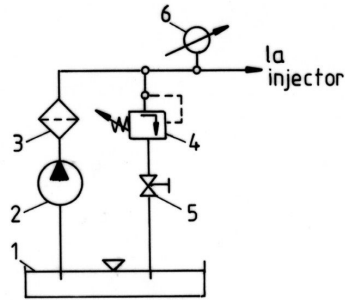
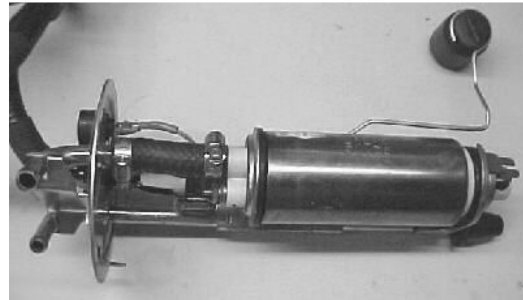

Fig. 5.6. Schema hidraulică a standului
Fig. 5.7. Pompă de alimentare imersată în rezervor
Se poate utiliza un stand cu schema hidraulică prezentată în **fig. 5.6**. Acesta este prevăzut cu o pompă de combustibil (2) ce este imersată în rezervorul (1) - vezi și **fig. 5.7**. Supapa (4) permite reglarea presiunii la care are loc injecția; astfel, se poate determina caracteristica de debit a injectorului sau debitul refulat la o anumită presiune (vezi și **tabelele 5.1** și **5.2**).